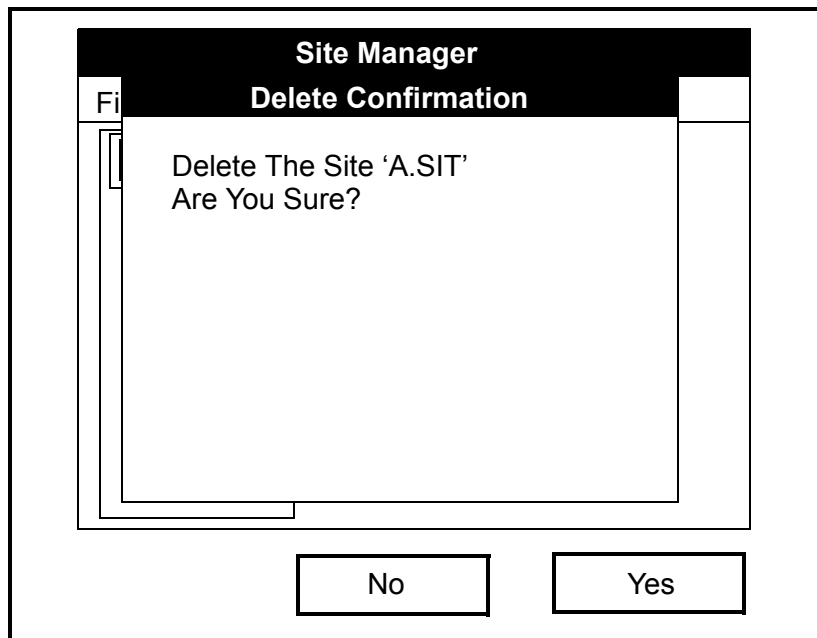

Figura 4-10: A Janela Delete Confirmation (Confirmação de Eliminação)
2. Desloque-se até à opção *Delete* (Eliminar) e pressione [ENTER]. Abre-se uma janela semelhante à da Figura 4-10 abaixo.